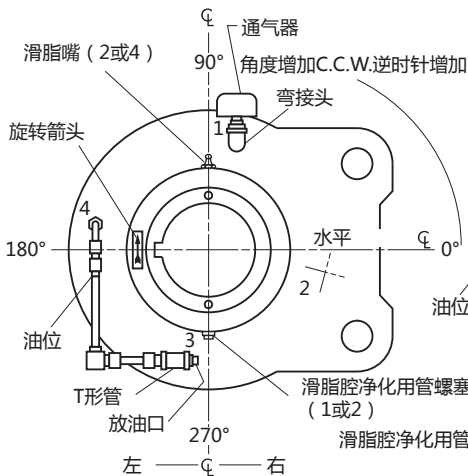
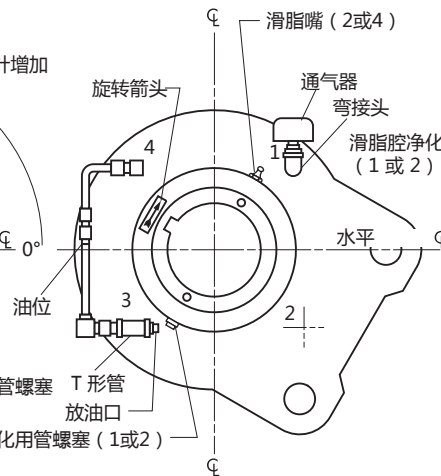
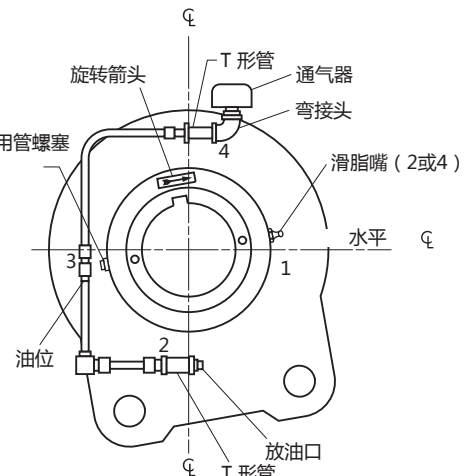

图 7
图 8
图 9
2. 润滑油油路、油量观测表和通气器均卸下以便装运时, T型管和弯管 (见图7、8和9) 仍然留在端盖上, 并置于合适的角度便于重新装配。T型管和弯管在装运时要塞住。
3. 油量观测表及其管路元件的安装位置必须适当, 使油量刻度便于观察。图7、图8和图9为左侧配置的装配示意图, 类似的配置也可装于右侧。
6. 油量观测表处于铅垂位置后, 将最靠近未连接油量观测表及其管路元件的塞子拆掉, 此塞子可能在逆止器端盖上 (图7、图8和图9), 也可能在上部T型管上 (图9)。装上接头但不要拧紧。